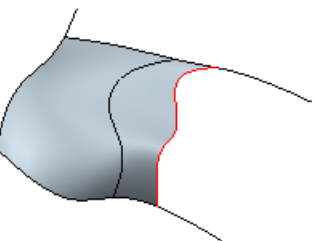

图 8.5.3 再生后的 ISDX 曲面
② 单击 **样式** 功能选项卡 **操作** ▾ 区域中的“全部重新生成”按钮  全部重新生成。再生后的 ISDX 曲面如图 8.5.3 所示。